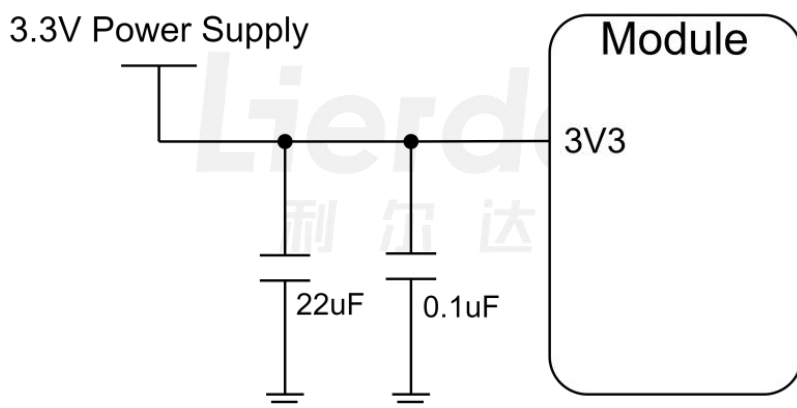

图 3.1 模组电源参考电路
- 当模组工作在 TX 模式时，瞬间电流变大，所以要求电源的供电能力在 500mA 以上，且在模组电源走线上靠近引脚处放置一颗 22 μ F 电容和 0.1 μ F 电容，如图 3.1 所示；